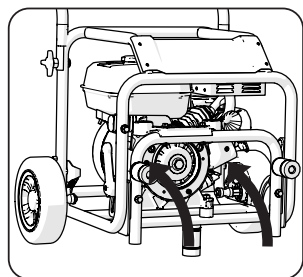

Abb. 17
- Klappen Sie den Rahmen zusammen und schieben Sie ihn nach innen und oben in seine Verstauposition. (Abb. 17)